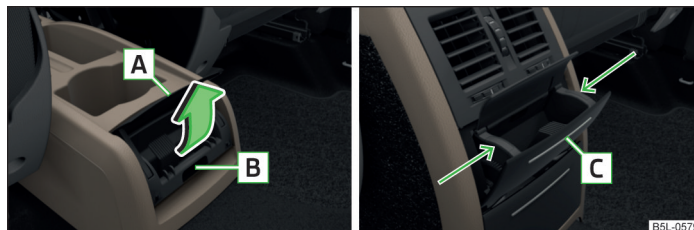

Fig. 63 Scrumiera spate: consola centrală joasă / consola centrală înaltă
- Apucați capacul scrumierei de marginea **A** și defaceți-l în sensul indicat de săgeată » fig. 63.
- Apucați scrumiera de mânerul **B** » fig. 63 și scoateți-o pe sus.
➤ Apăsați pe partea superioară a capacului scrumierei în zona **C** » fig. 63.
➤ Prindeți scrumiera în zona săgeților » fig. 63 și scoateți-o.